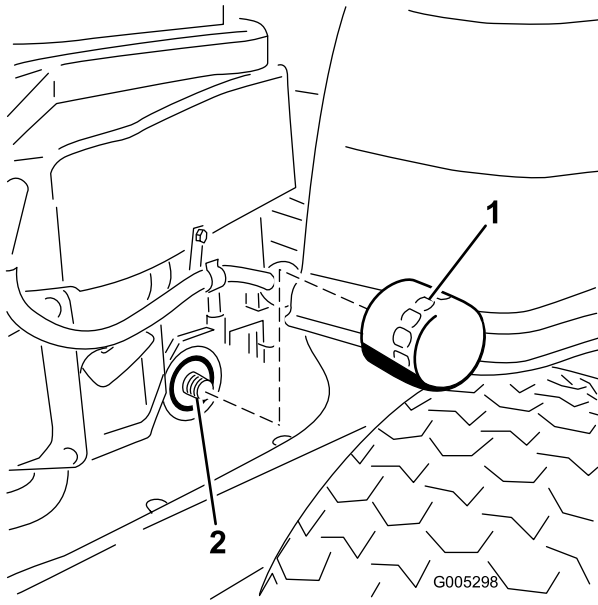

Figura 31
10. Localice el filtro de aceite situado en el lado derecho del motor. Retire el filtro usado y limpie con un paño limpio el adaptador del filtro (Figura 31).
12. Instale el filtro de aceite nuevo en el adaptador. Gire el filtro de aceite en el sentido de las agujas del reloj hasta que la junta de goma entre en contacto con el adaptador, luego apriete el filtro de 3/4 a una vuelta más (Figura 31). Limpie cualquier exceso de aceite del bastidor.